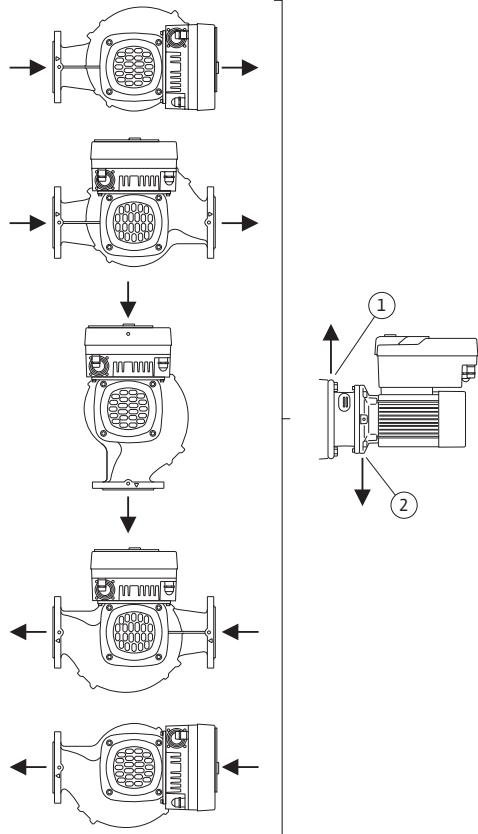

Fig. 16: Dopušteni položaji ugradnje vodoravnim vratilom
- Kod vodoravnog vratila motora provrt za kondenzat treba biti u položaju prema dolje (Fig. 16, poz. 2). Ako je potrebno, motor se mora okrenuti.